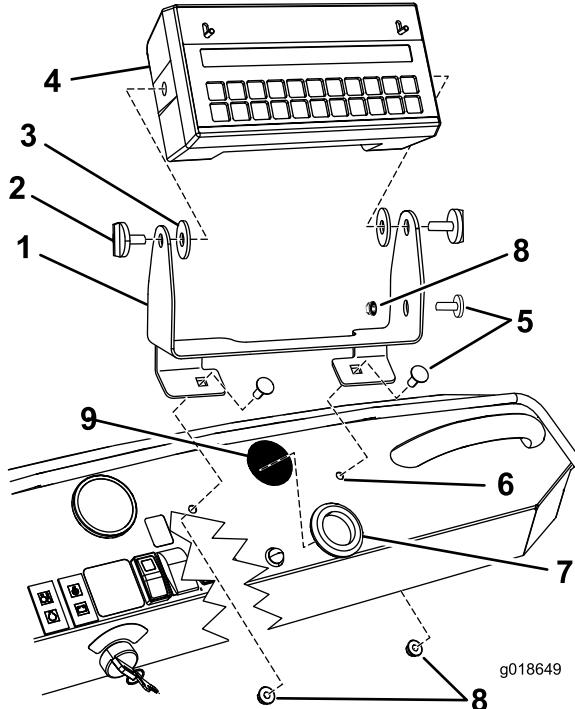

Figure 2
1. Posez le support sur le tableau de bord et fixez-le avec 2 boulons de carrosserie (5/16 x 3/4 po) et 2 contre-écrous (5/16 po), comme montré à la Figure 2.
- Assemblez la console sur le support avec 2 boutons (Figure 2).